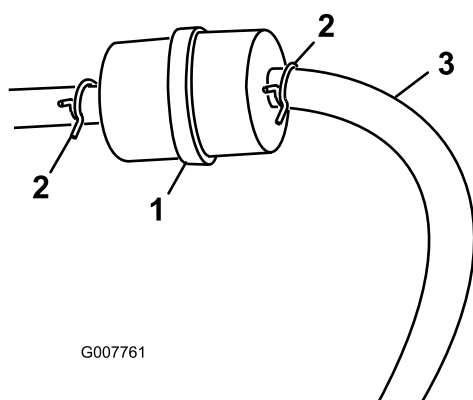

Figura 29
3. Apriete los extremos de las abrazaderas y deslícelas por el tubo alejándolas del filtro (Figura 29).
5. Instale un filtro nuevo y acerque las abrazaderas al filtro (Figura 29).
3. Afloje la abrazadera cerca del filtro de combustible y deslícela por el tubo, alejándola del filtro de combustible (Figura 29).
4. Desconecte el tubo de combustible del filtro de combustible (Figura 29).
Nota: Deje fluir la gasolina a una lata u otro recipiente apropiado (Figura 29).
5. Instale el tubo de combustible en el filtro de combustible. Acerque la abrazadera al filtro de combustible para fijar el tubo de combustible (Figura 29).